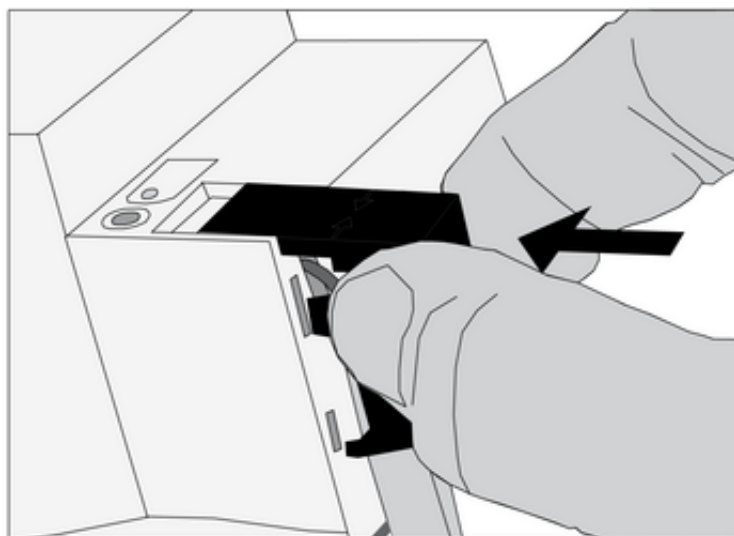

Рисунок 3: Установка защитной крышки
- Вставить защитную крышку поверх клеммы шины и зафиксировать со щелчком (рисунок 3).